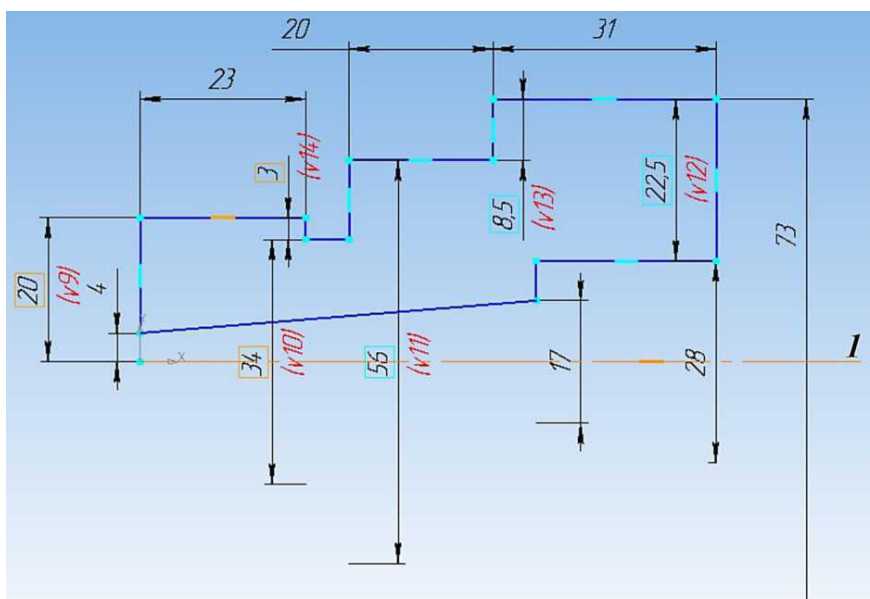

Рисунок 1
1. Нажимаем **Создать** (новый документ) → Деталь. Выбираем одну из плоскостей и нажимаем кнопку **Эскиз**. После чего вычерчиваем эскиз данной модели, рисунок 1. Ось симметрии **I** задается осевой линией. Для этого необходимо нажать на